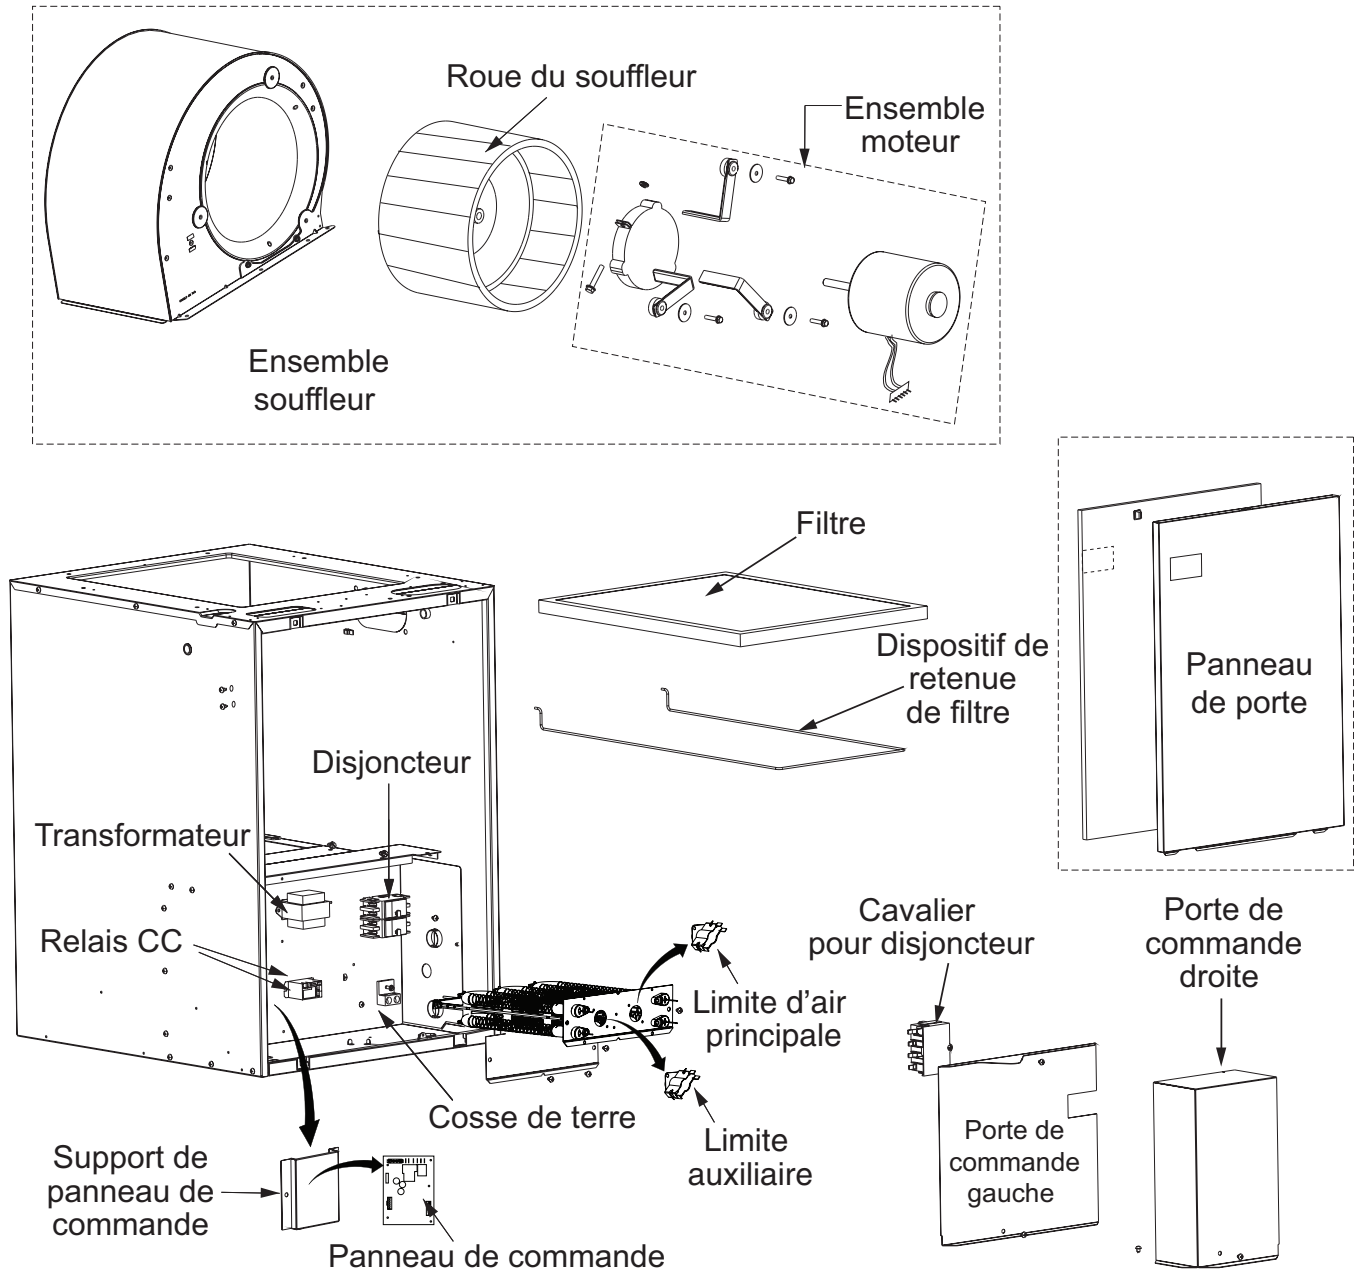

Figure 16. Composants de la fournaise E7
Il est recommandé que la tension de ligne (230 V c.a.) fournie à l'appareil provienne d'un circuit de dérivation dédié muni d'un fusible ou d'un disjoncteur approprié pour l'appareil. Pour connaître l'intensité de courant minimale du circuit et la protection de surtension maximal, consultez le Tableau 7 et Tableau 9. Consultez les schémas de câblage l'appareil (Figure 22 \(page 21\), Figure 23 \(page 22\), Figure 24 \(page 23\), Figure 25 \(page 24\) & Figure 26 \(page 25\)) pour les détails du câblage. Les composants électriques sont montrés à la Figure 16 \(page 13\). Les exigences relatives au circuit d'alimentation sont indiquées ci-dessous :
6. Raccordez le ou les fils de mise à la terre aux cosses de mise à la terre prévues. Voyez la Figure 16 (page 13). Une mise à la terre est requise pour chaque circuit d'alimentation utilisé.